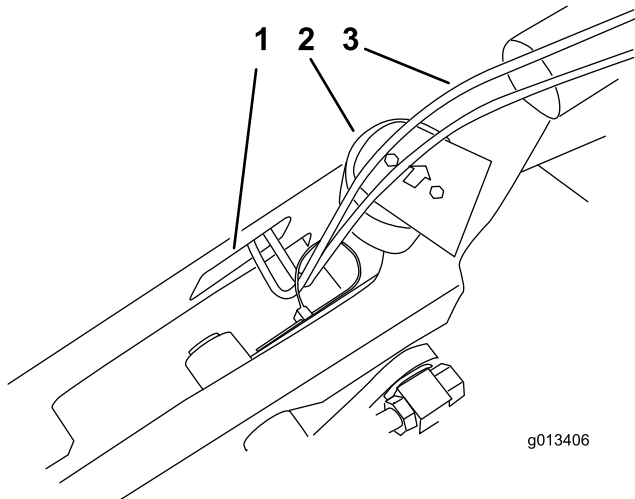

Figura 7
2. Pase los cables por el hueco rectangular del lado izquierdo de la base del motor y entre la base del motor y la carcasa en el lado derecho de la máquina (Figura 7 y Figura 8).